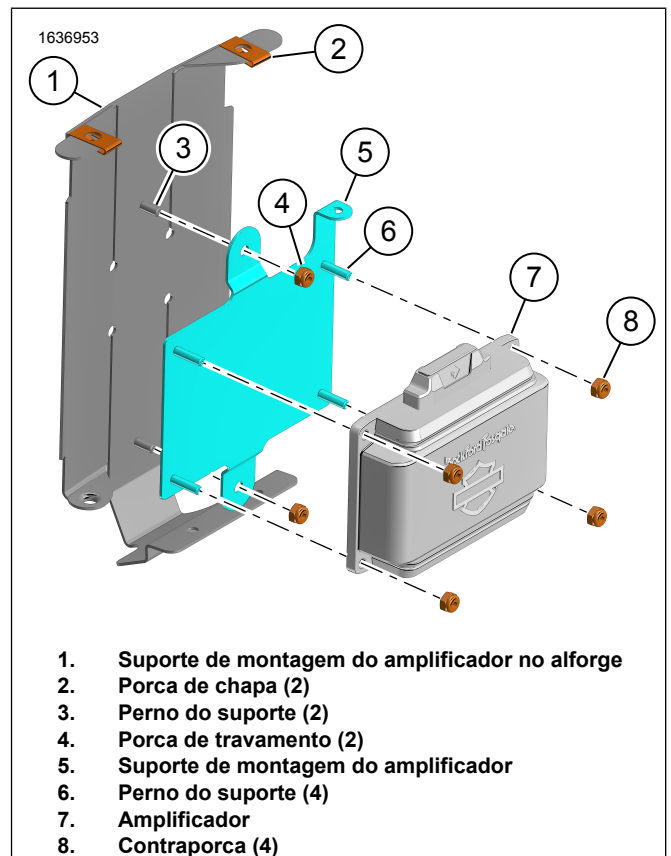

Figura 9. Suporte de Montagem do Amplificador
- a. Instale uma pequena anilha de bloqueio (5) e uma anilha de bloqueio (4) na base da antena.
- c. Instale a anilha (4) e a porca de bloqueio grande (7). Aperte a montagem.
10. Ver a Figura 9. Monte o suporte de montagem do amplificador.
- a. Instale as porcas rápidas (2).
- b. Instale o conjunto do suporte de montagem do amplificador (5) no pino do suporte (3).
- c. Instale a porca de bloqueio (4). Aperte.
- d. Instale o amplificador (7).
- e. Instale a porca de bloqueio (4). Aperte.